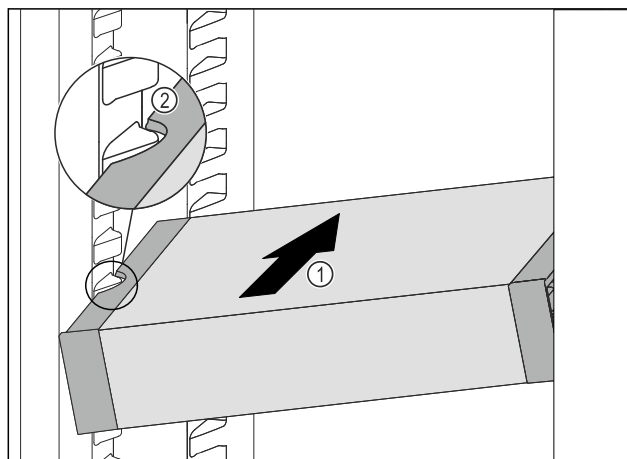

Fig. 133
- Вставити висувний ящик VarioSafe під кутом в охолоджувальне відділення Fig. 133 (1), доки бокові поглиблення Fig. 133 (2) VarioSafe не будуть розташовуватися на рівні ребра для ємності в охолоджувальному відділенні.